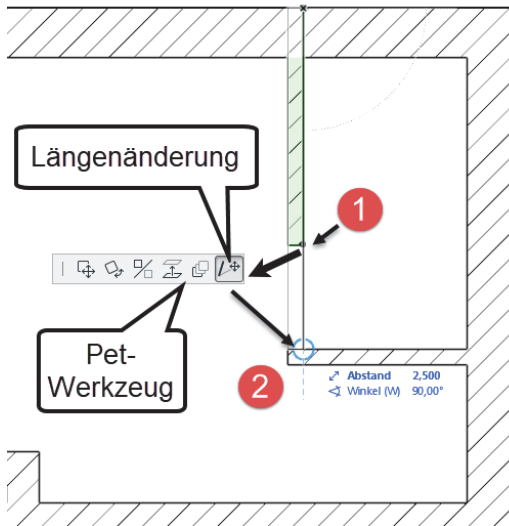

Abb. 1.31: Längenänderung einer Wand
Eine zu kurze oder zu lange Wand kann auch im Endpunkt angeklickt ❶ werden und mit dem *Pet-Werkzeug* LÄNGENÄNDERUNG verlängert ❷ werden (siehe Abbildung 1.31). Dazu reicht es auch, die Wand zu markieren und dann den Endpunkt mit gedrückter Maustaste zu der gewünschten Position zu ziehen.